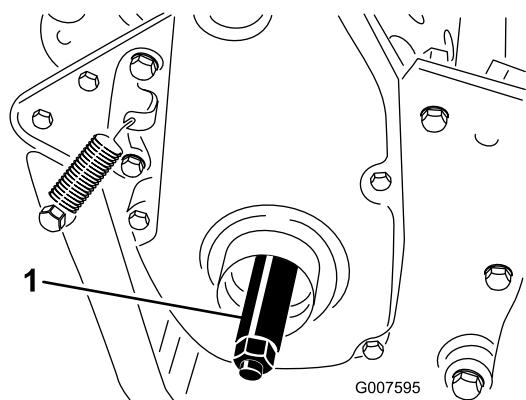

Figura 6
3. Enrosque o eixo direito da roda na polia da transmissão do lado direito da máquina (Figura 6).